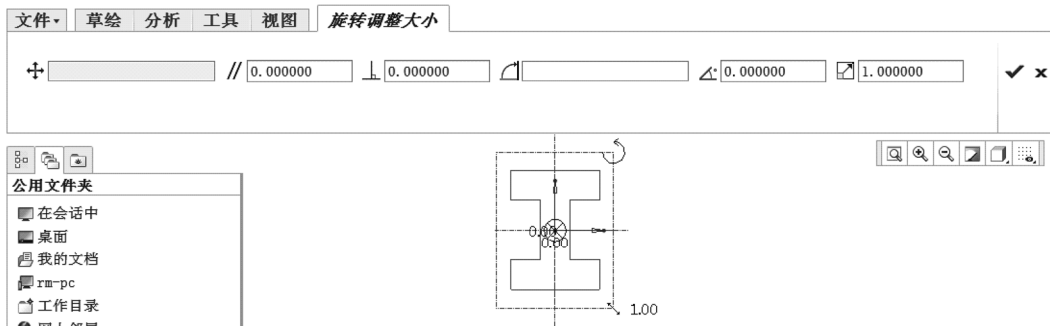

图 2-44 移动和调整图形大小
3) 功能区出现“旋转调整大小”选项卡，并且在图形中出现操作符号，如图 2-44 所示。用户可以选取（平移句柄）符号来平移图形，选取（旋转句柄）符号来旋转图形，选取（缩放句柄）符号来缩放图形。如果要精确设置缩放比例和旋转角度，则在“旋转调整大小”选项卡中分别设置缩放比例和旋转角度等。